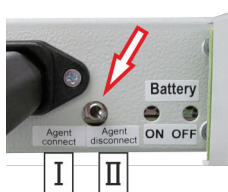

Fig. 51: Interruptor de bloqueo
1. ➤ Bloquear el sistema: conmutar el interruptor de bloqueo (Fig. 51/flecha) a “Agent disconnect [bloqueado]” (Fig. 51/ II).